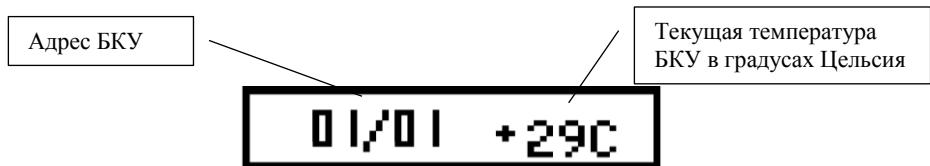

Рис. 20 Стока адреса БКУ
2.5.4 Нижняя зона – строка адреса и температуры БКУ приведена на рис.20.